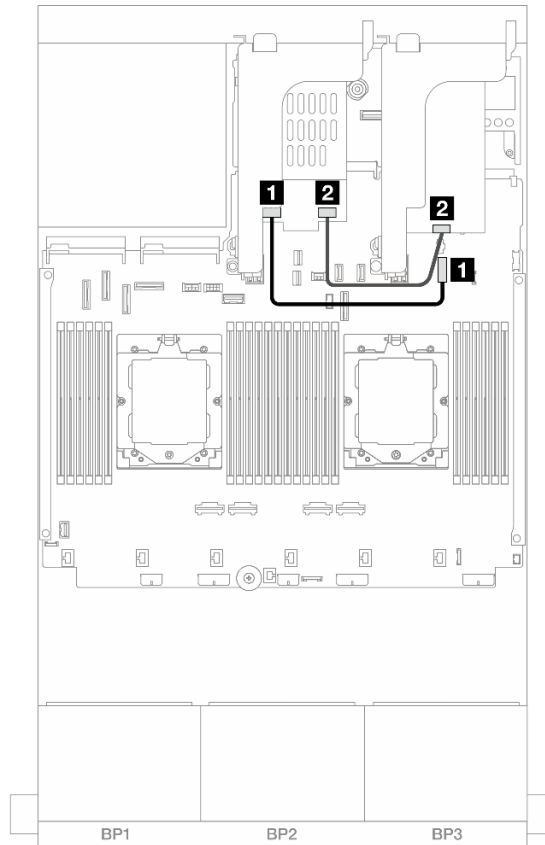

Figura 326. Instradamento dei cavi RAID
- Figura 326 "Instradamento dei cavi RAID" a pagina 380